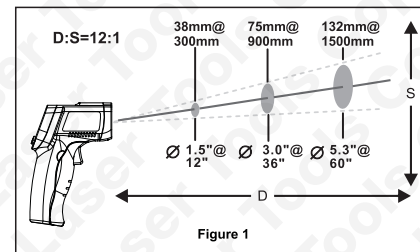

Figure 1
1. Veuillez vous référer à la figure 1 :